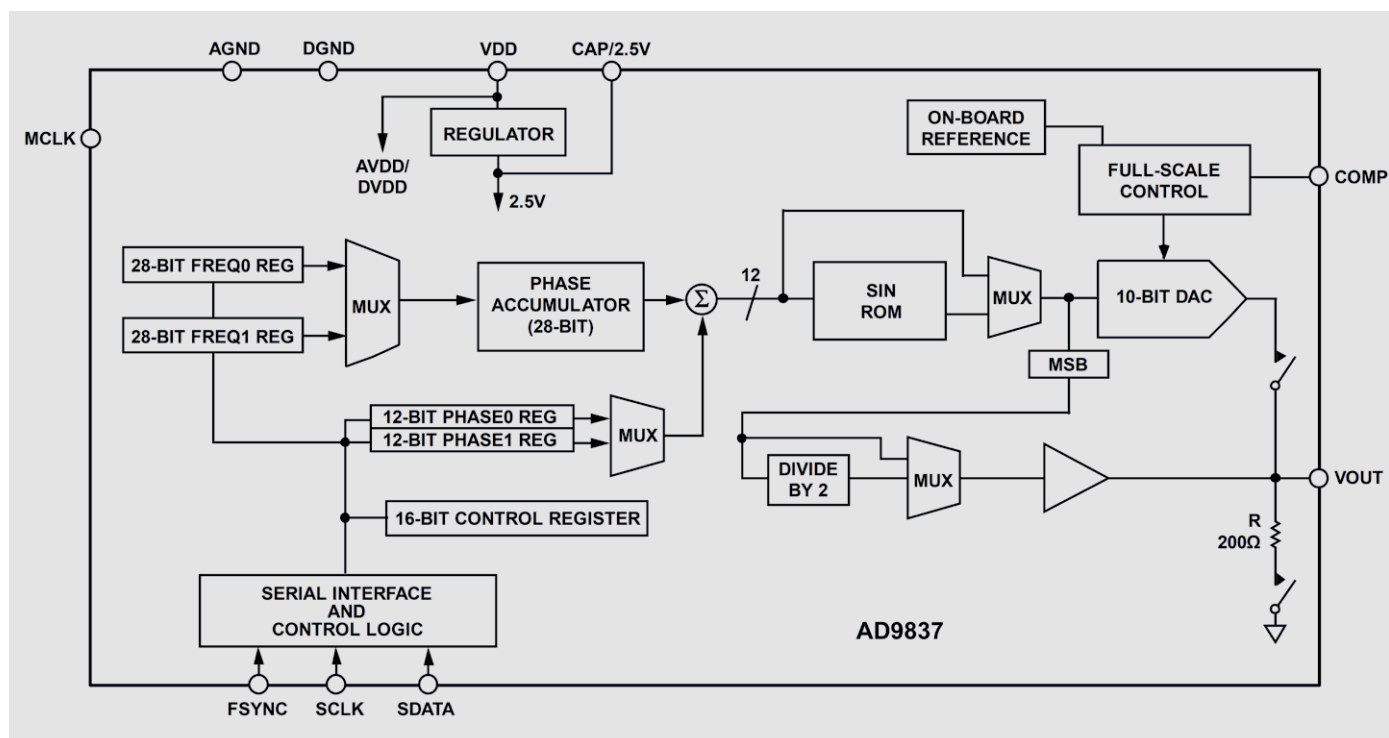

Bild 7: Blockschaltbild des DDS-Chips AD9837
**Bild 7** zeigt den inneren Aufbau des AD9837 in Form eines Blockschaltbilds. Zentrale Elemente sind hier der SIN-ROM, ein Speicher, in dem der „Kurvenverlauf“ des zu erzeugenden Sinussignals abgelegt ist, der Phase-Accumulator, ein Register, das definiert, welche Werte aus dem SIN-ROM ausgelesen werden sollen, und der DAC, ein 10-Bit-Digital-Analog-Wandler, der die aus dem SIN-ROM stammenden digitalen Werte in ein analoges Signal konvertiert und es am Signalausgang VOUT ausgibt.